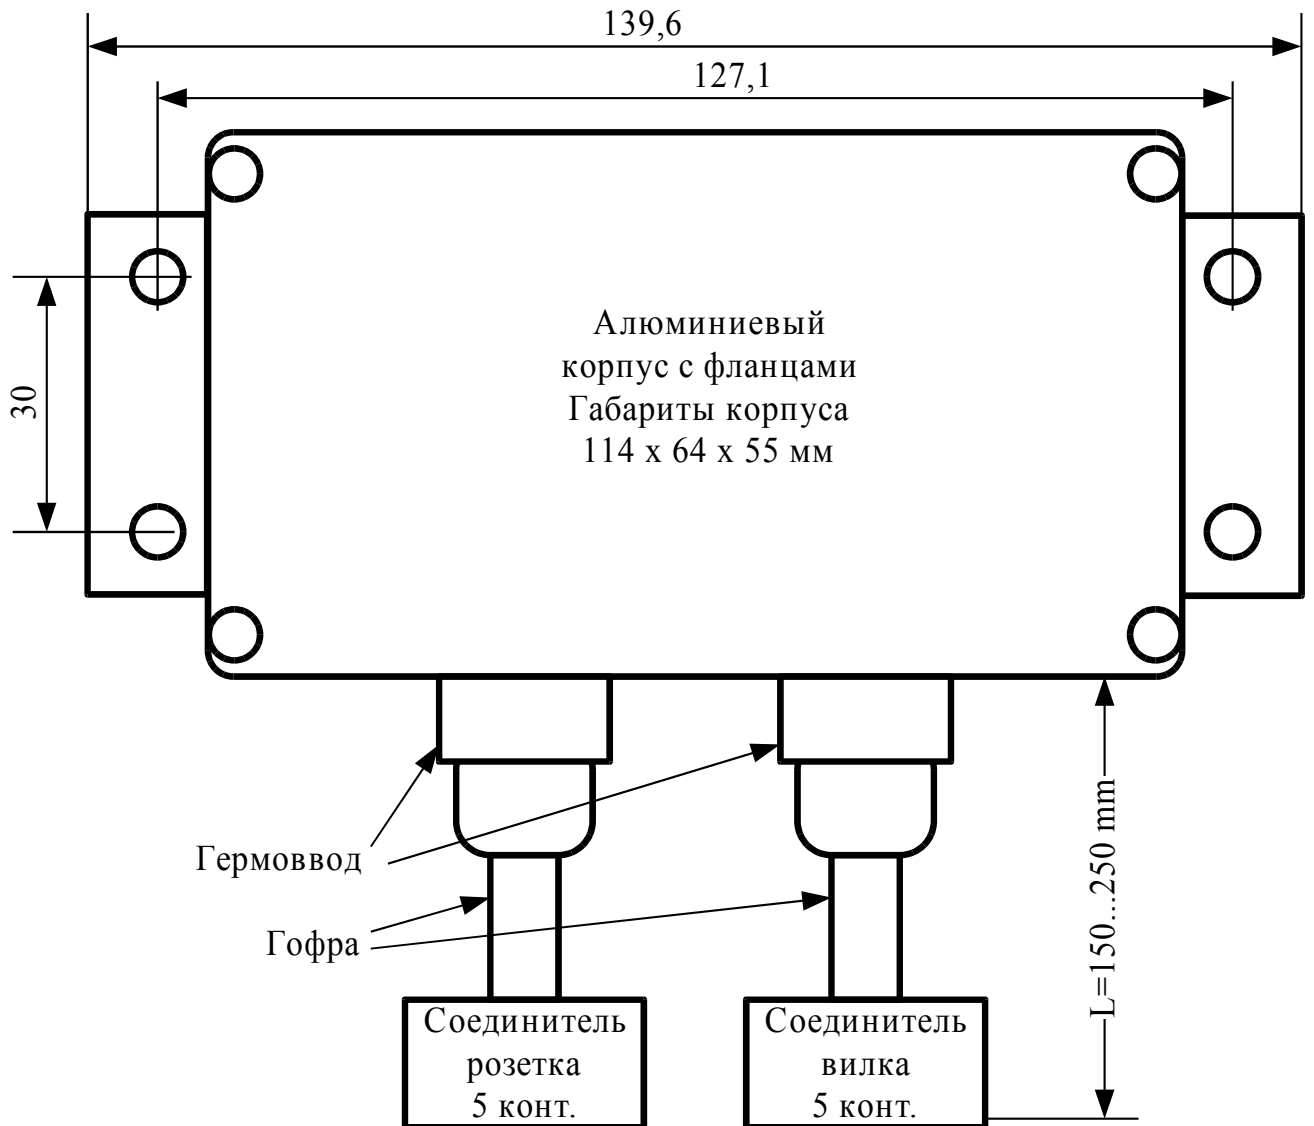

Рис.2. Конструкция БКС-01.
4.1.2 Конструкция блока контроля скорости БКС-01 приведена на рис.2.